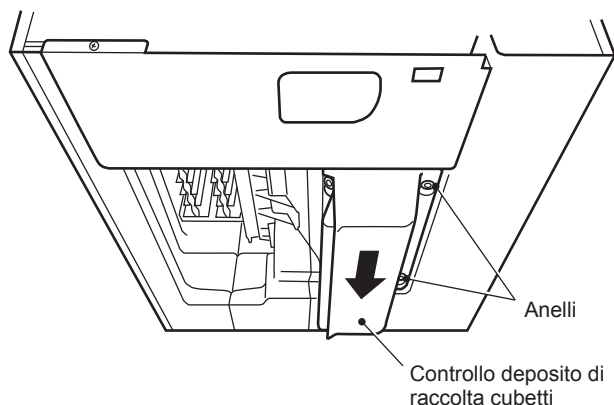

Fig. 5
- 7) Agganciare il controllo deposito di raccolta cubetti alla parete interna sul lato destro, tenendo sollevato il cavo del controllo deposito. Quindi spingere il controllo deposito sul fondo della macchina, facendolo scorrere verso la parte posteriore fino allo scatto. Assicurarsi che le asole sul lato destro del controllo deposito siano posizionate saldamente sugli anelli al fondo della macchina. Vedere Fig. 5.